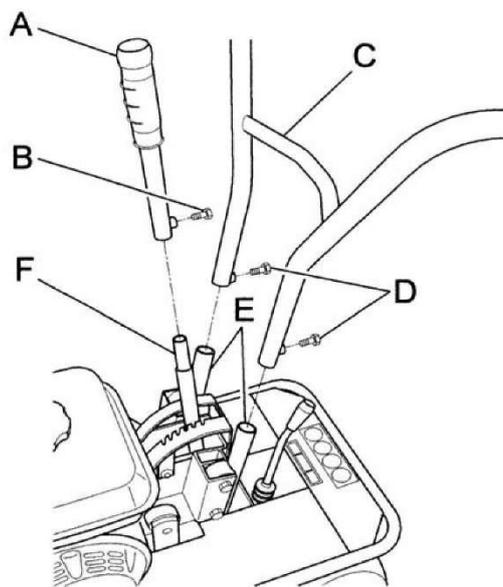

Рисунок 3
1. Поднимите рычаг (Рис. 3 поз. С) и вставьте его в опоры, показанные на Рис. 3. поз. Е. Выберите необходимую высоту резки и обеспечьте установки, используя предоставленные винты (рис. 3 поз. D).
2. Установите конечную часть рычага регулирования высоты резки (рис. 3 поз. А) в соответствующую опору (рис. 3 поз. F) и закрепите с помощью предоставленного винта (рис. 3 поз. B).
*Во время работы газон и торфа режутся по полосам. Если колеса дернореза скользят во время использования, необходимо настроить высоту резки с помощью специального рычага (рис. 3, поз. А). Если это не помогло, проверьте состояние дерна. Если он слишком сухой, его следует смочить так, чтобы появилось небольшое сопротивление при резке, что облегчит резку.*